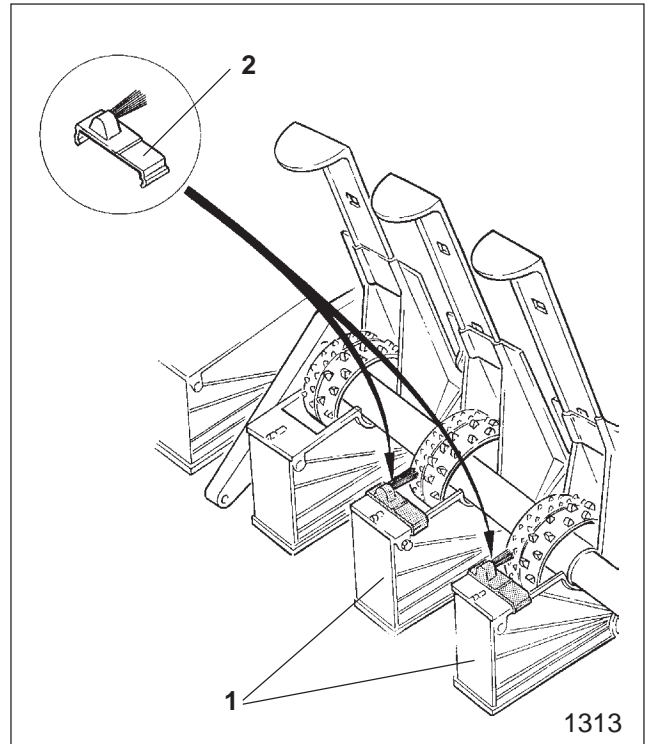

Fig. 18.25
- Neue Fahrgassensäräder (Fig. 18.25/1) markieren, indem Sie die Feinsäradbürsten (Fig. 18.25/2) auf die neuen Fahrgassensägegehäuse aufstecken. Zum Anlegen einer Spur werden in der Regel bis zu drei, in Ausnahmefällen bis zu 4 oder 5 Säräder abgeschaltet.